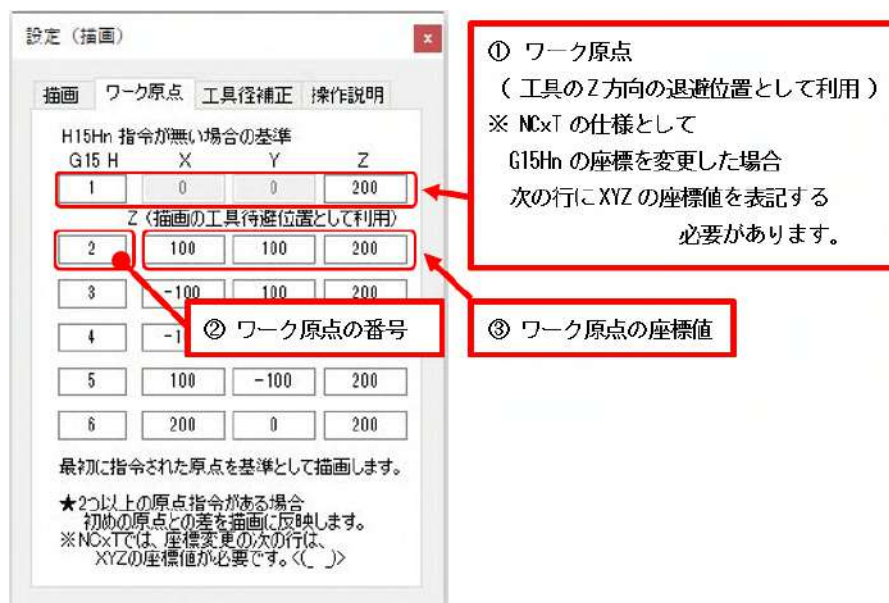
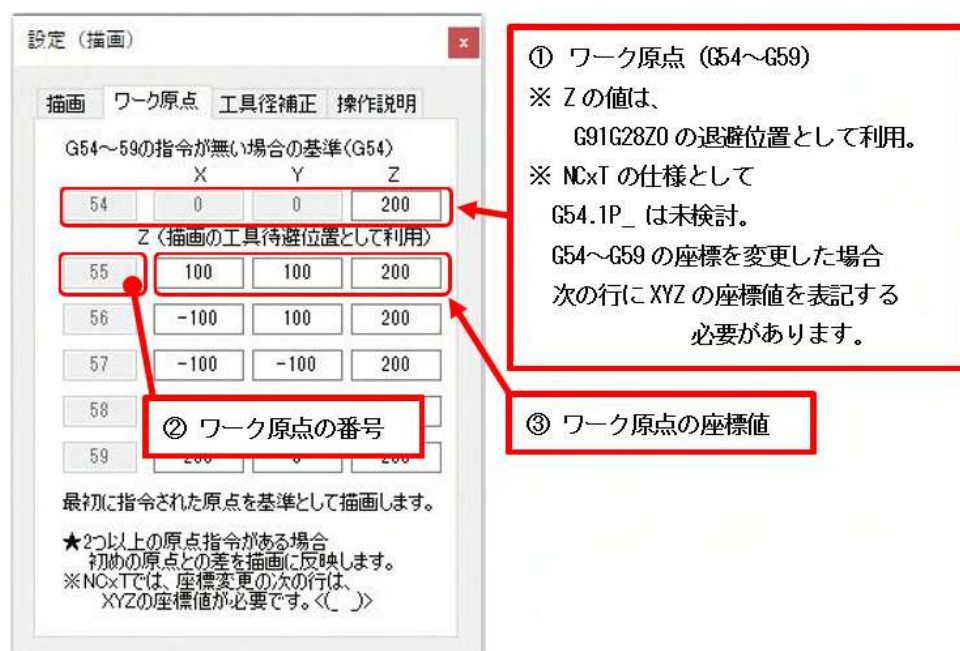
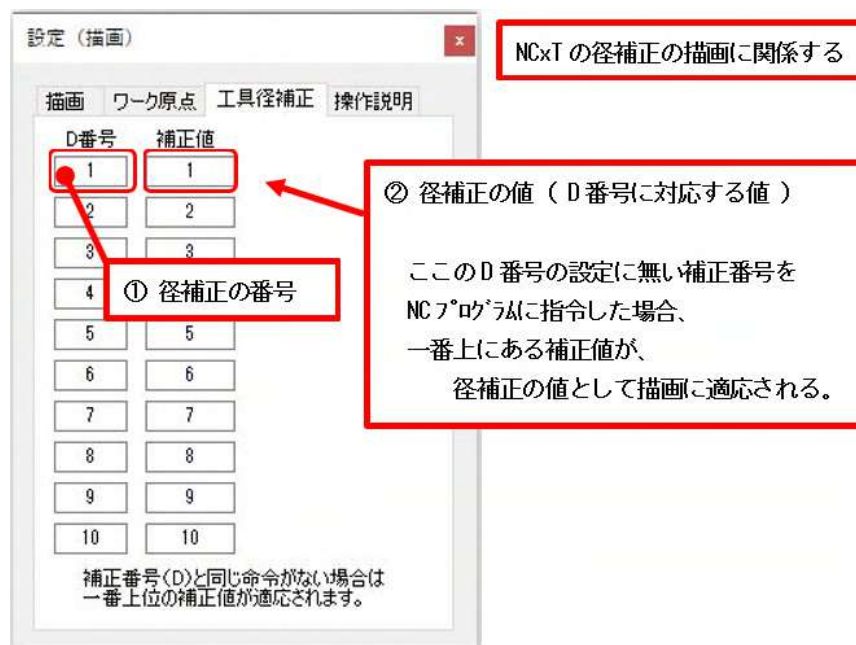

図 1-5 Tester の設定 - ワーク原点
図 1-16 NCxT for FANUC MC のワーク原点
図 1-17 NCxT for FANUC MC の工具径補正
次のページに、図 1-5 に Tester の設定 - ワーク原点、図 1-6 に Tester の設定 - 工具径補正を示します。このワーク原点や工具径補正の値は、工具軌跡の描画に反映される数値です。
図 1-5 中のワーク原点は、NC 工作機械に入力される数値ですが、ここでのワーク原点は、描画上に必要な原点同士の相対位置の設定を意味しています。入力された NC プログラム中のワーク原点が、複数無い場合は、このワーク原点の設定は不要です。複数の原点がある場合は、①のワーク原点を基準として、ほかの原点位置を入力する仕組みです。②のワーク原点の番号を入力された NC プログラムの原点番号 n(G15Hn の n) に合わせる必要があります。③のワーク原点の座標値は、①との相対的な差を入力する仕組みとなっています。ちなみに、①の Z の値は、固定サイクル中の M52（上限復帰レベル）の位置として描画に利用しています。
図 1-16、図 1-17 に NCxT for FANUC MC の「ワーク原点」と「工具径補正」の設定を示します。NCxT for FANUC MC は、制御装置が FANUC のマシニングセンタ用の描画確認ソフトです。図 1-5、図 1-6 に示した制御装置が OSP の場合とは異なり、ワーク原点は G54～G59、工具径補正は、D 番号のみとなっています。